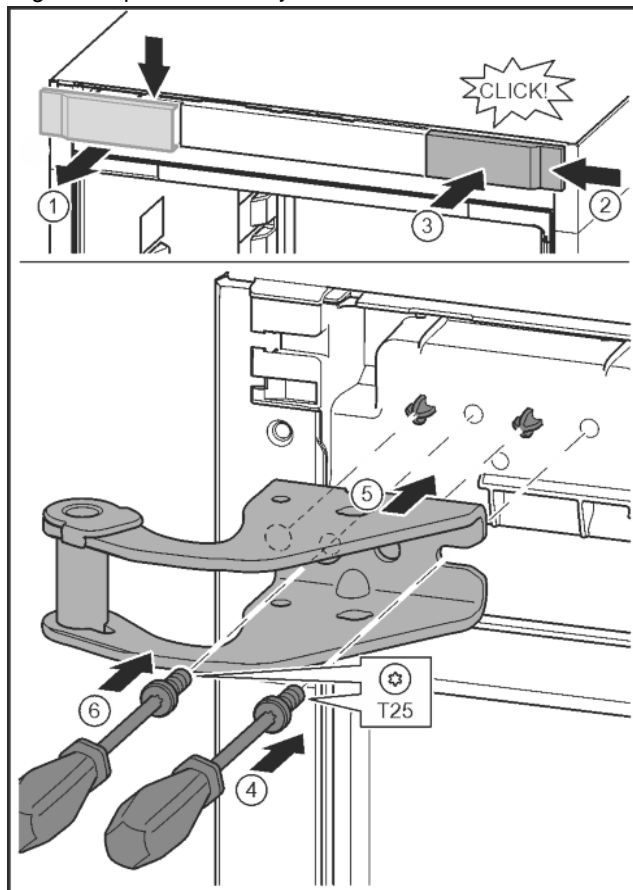

Fig. 11
- ▶ Afdekking losmaken en zijdelings verwijderen. Fig. 11 (1)
- ▶ Afdekking 180° gedraaid op de andere kant van rechts aanbrengen. Fig. 11 (2)
- ▶ Afdekking vastklikken. Fig. 11 (3)
- ▶ Schroef met schroevendraaier T25 aandraaien. Fig. 11 (4)
- ▶ Bovenste lagerbus plaatsen. Fig. 11 (5)
- ▶ Schroef vastdraaien. Fig. 11 (4)
- ▶ Schroef met schroevendraaier T25 aanbrengen en vastdraaien. Fig. 11 (6)